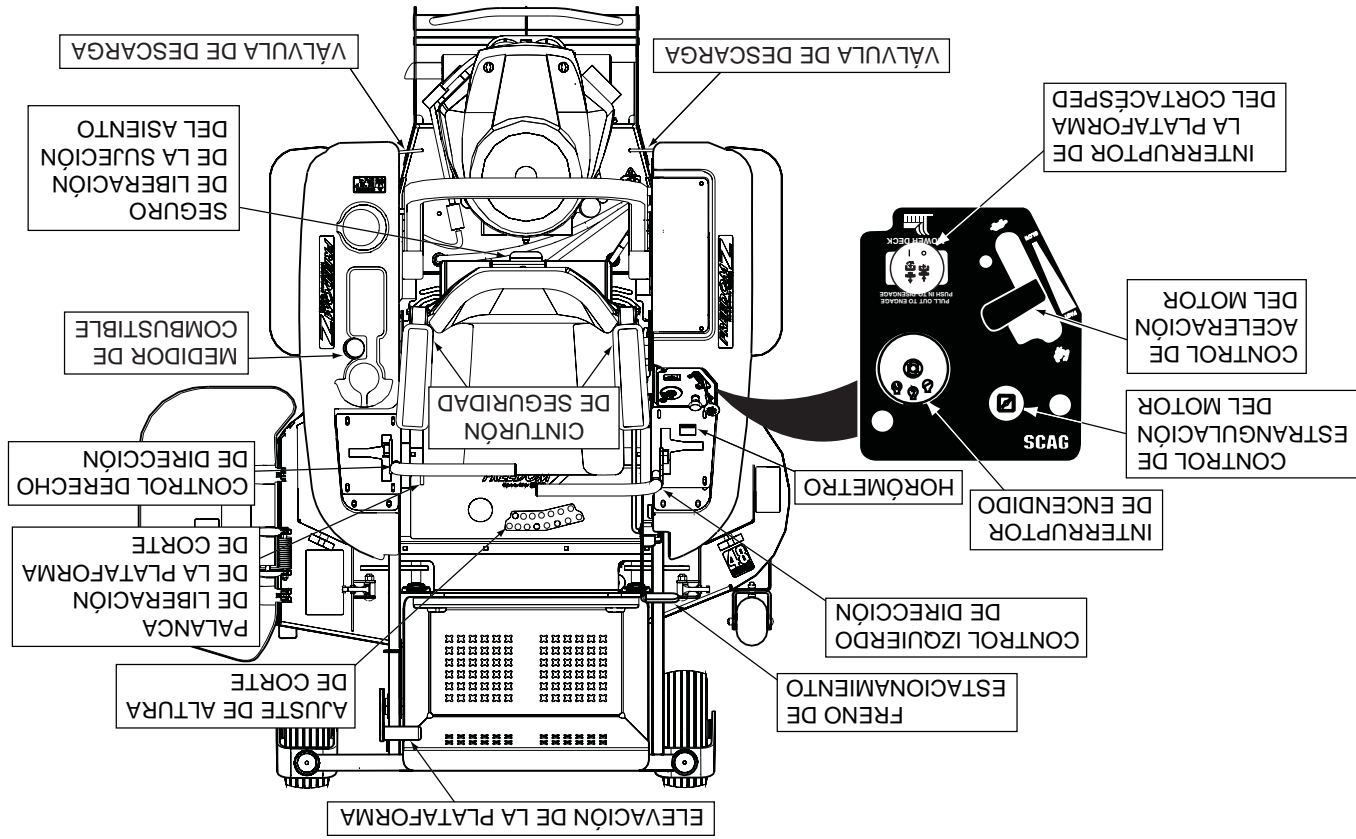

Figura 4-1 Controles e Instrumentos
6. **Horómetro (Figura 4-1).** Indica el número de horas que ha operado el motor. Opera cuando el interruptor de la llave de encendido está en la posición ON. Ha fijado los recordatorios para el mantenimiento del motor y los cambios de aceite del sistema hidráulico. El mantenimiento programado empezará a destellar 2 horas antes de la hora establecida y continuará destellando hasta 2 horas después. Reinicia automáticamente.
7. **Portafusibles (Figura 4-1).** Dos fusibles de 20 Amp protegen el sistema eléctrico del cortacésped. Para reemplazar los fusibles, retire el fusible del zócalo e instale uno nuevo.
8. **Control izquierdo de dirección (Figura 4-1).** Usado para controlar la rueda izquierda del cortacésped al avanzar hacia adelante o en reversa.
9. **Control derecho de dirección (Figura 4-1).** Usado para controlar la rueda derecha del cortacésped al avanzar hacia adelante o en reversa.
10. **Control del freno de estacionamiento (Figura 4-1).** Usado para accionar y desconectar los frenos de estacionamiento. Tire de la palanca para accionar los frenos de estacionamiento. Presione la palanca para desconectar los frenos de estacionamiento.
12. **Palanca de pie de elevación de la plataforma (Figura 4-1).** Usada para levantar y bajar la plataforma de corte.
13. **Ajuste de la altura de corte (Figura 4-1).** Usado para poner la plataforma de corte en la altura de corte deseada.
14. **Palanca de liberación de la plataforma de corte (Figura 4-1).** Usada para trabar la plataforma de corte en la posición de transporte. Para corte normal, empuje el pedal hacia adelante y tire de la palanca de desenganche de modo de soltar la plataforma de corte.
15. **Cinturón de seguridad (Figura 4-1).** Usado para asegurar al operador. El cinturón de seguridad debe usarse durante toda la operación.
16. **Seguro de liberación de la sujeción del asiento (Figura 4-1).** Ubicado detrás del asiento. Usado para asegurar el asiento en la posición de operación. Libere el seguro para tener acceso a la parte inferior del asiento.
1. **Interruptor de encendido (Figura 4-1).** Usado para arrancar el motor; tiene tres posiciones: OFF, ON y START.
2. **Interruptor de la plataforma del cortacésped (Figura 4-1).** Usado para accionar y desconectar el sistema de transmisión del cortacésped. Tire del interruptor para accionar la transmisión de la plataforma. Presione el interruptor para desconectar la transmisión de plataforma.
3. **Control de estrangulación del motor (Figura 4-1).** Usado para arrancar un motor frío.
4. **Control de aceleración del motor (Figura 4-1).** Usado para controlar la velocidad de motor. Tirando de la palanca hacia atrás disminuye la velocidad del motor. Presionando la palanca hacia abajo aumenta la velocidad del motor. La posición completamente hacia adelante es la posición de corte. La posición completamente hacia atrás es la posición de MARCHA EN VACÍO.
5. **Indicador de combustible (Figura 4-1).** Indica la cantidad de combustible en el tanque.